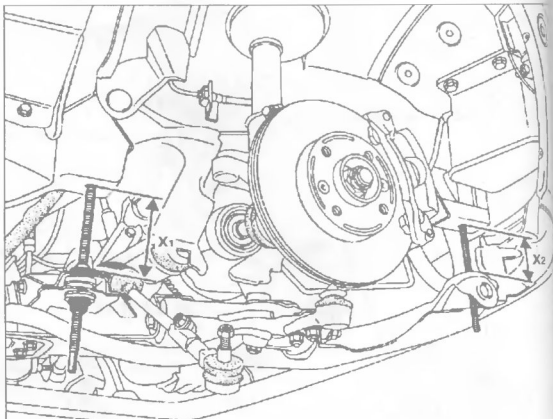

Рис. 3.20
7. С помощью резьбовых стержней приспособления Mot. 1233-01 попеременно опустите подрамник до получения приблизительно размеров X1 = 90 мм, X2 = 12 см (рис. 3.20).